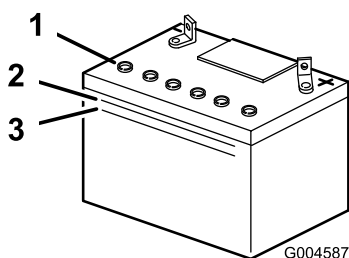

Figura 27
2. Mire hacia el lateral de la batería. El electrolito debe llegar a la línea superior (Figura 27).
Nota: No permita que el electrolito esté por debajo de la línea inferior (Figura 27).
3. Retire los tapones de ventilación de la batería (Figura 27).
4. Vierta lentamente agua destilada en cada célula de la batería hasta que el nivel de electrolito llegue a la línea superior (Figura 27) de la caja de la batería.
5. Espere de cinco a diez minutos después de llenar las células de la batería. Añada agua destilada, si es necesario, hasta que el nivel de electrolito llegue a la línea superior (Figura 27) de la caja de la batería.